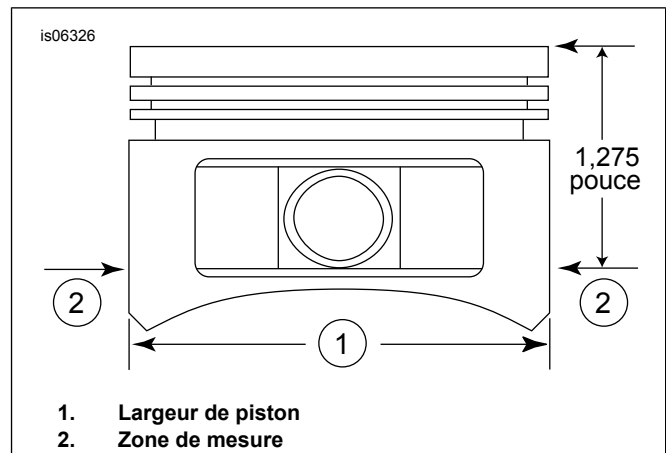

Figure 2. Dimensions de piston
5. Voir Figure 2. Mesurer la largeur du piston (1), 90 degrés à l'horizontale des deux côtés du trou d'axe de piston et à 32,38 mm (1.275 in) vers le bas à partir de la surface de plateau (supérieure) du piston (2). Pour connaître l'ajustement piston/cylindre à cet emplacement, voir la section Tableau 11.